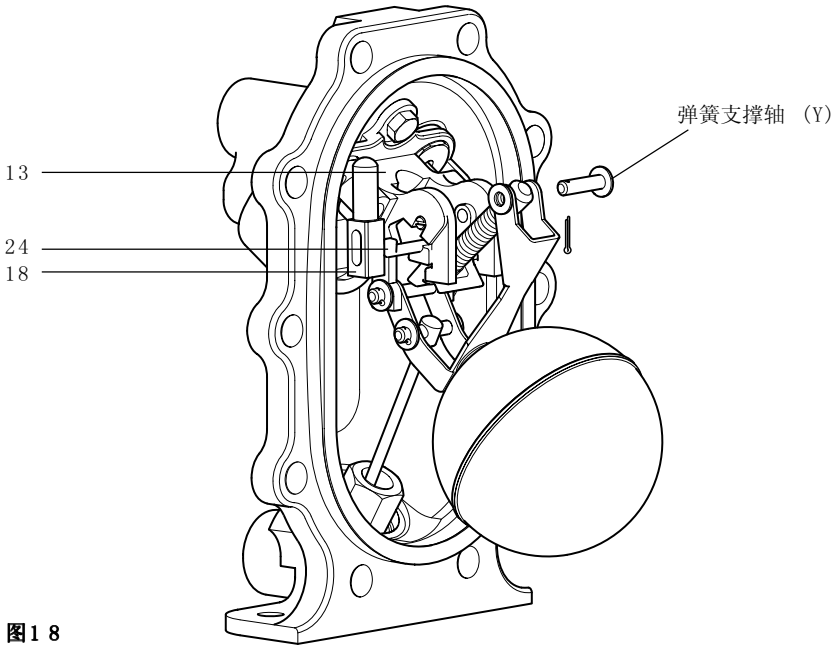

图18
8. 缓慢把排汽阀旋出驱动臂（部件24，见图18）的柄脚插口，小心不要损坏或松动排汽阀小压缩弹簧。
19. 缓慢把排汽阀旋出驱动臂（部件24，见图18）的柄脚插口。